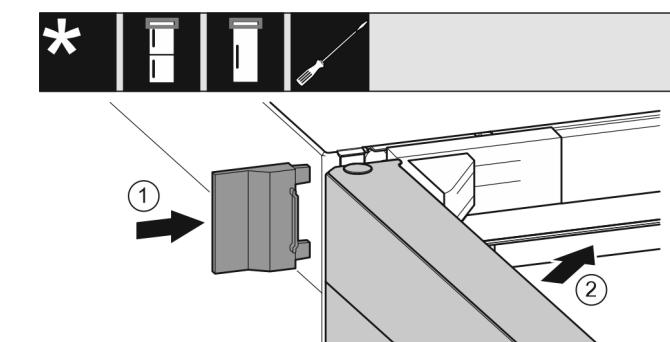

Fig. 20
- Skyv på det ytre dekselet. Fig. 20 (1)
- Lukk den øvre døren. Fig. 20 (2)